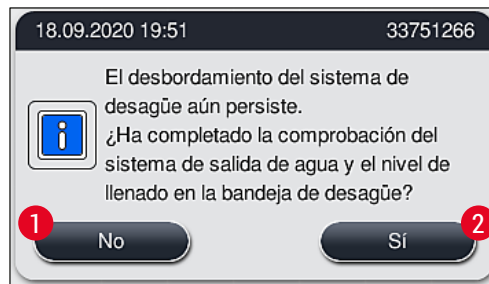

Fig. 124
- Si, después de 5 minutos y tras varios intentos de limpieza, el bloqueo persiste, un mensaje (→ "Fig. 124") en la pantalla indica al usuario que el nivel del agua sigue siendo alto. Al pulsar **No** (→ "Fig. 124-1"), el usuario puede ampliar el tiempo de espera otros 5 minutos para seguir realizando más intentos de limpieza. Si estos intentos de limpieza tienen éxito, la situación queda resuelta tal y como se describe en el punto 1. Si se necesita más tiempo para las medidas de limpieza, pulse de nuevo **No** (→ "Fig. 124-1"). Estos periodos adicionales pueden repetirse varias veces. Si el bloqueo no se elimina después de múltiples intentos de limpieza, pulse **Sí** (→ "Fig. 124-2") para iniciar un proceso de cancelación controlada; vea los apartados 3 y 4 que siguen a continuación.